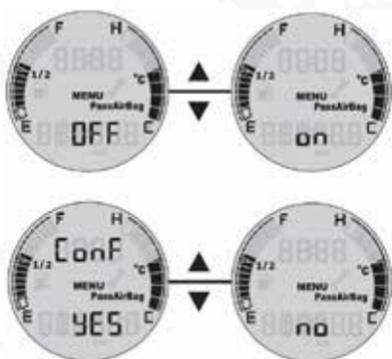

fig. 129
*Para versiones con activación/desactivación de bolsa de aire del pasajero frontal a través del MY CAR - fig. 129.*